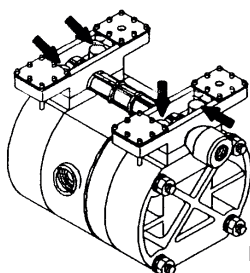

Fig. 4.7
- Retire los 4 tornillos del colector de entrada y quítelo (fig. 4.7).